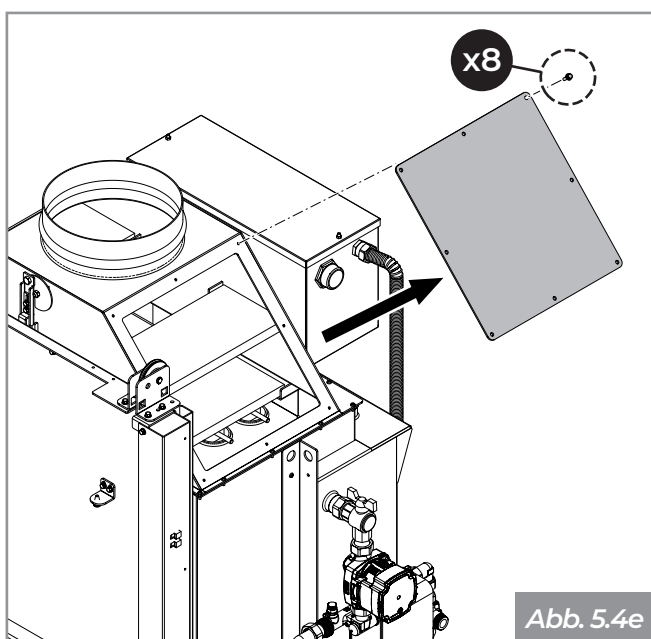

Abb. 5.4e
- Den Zugang zum Inspektionsraum der Windungen herstellen, indem man die Schrauben des Inspektionsdeckels des Rauchabzugs abschraubt, der auf der Seite des Hydraulikaggregats situiert ist (**Abb. 5.4e**).